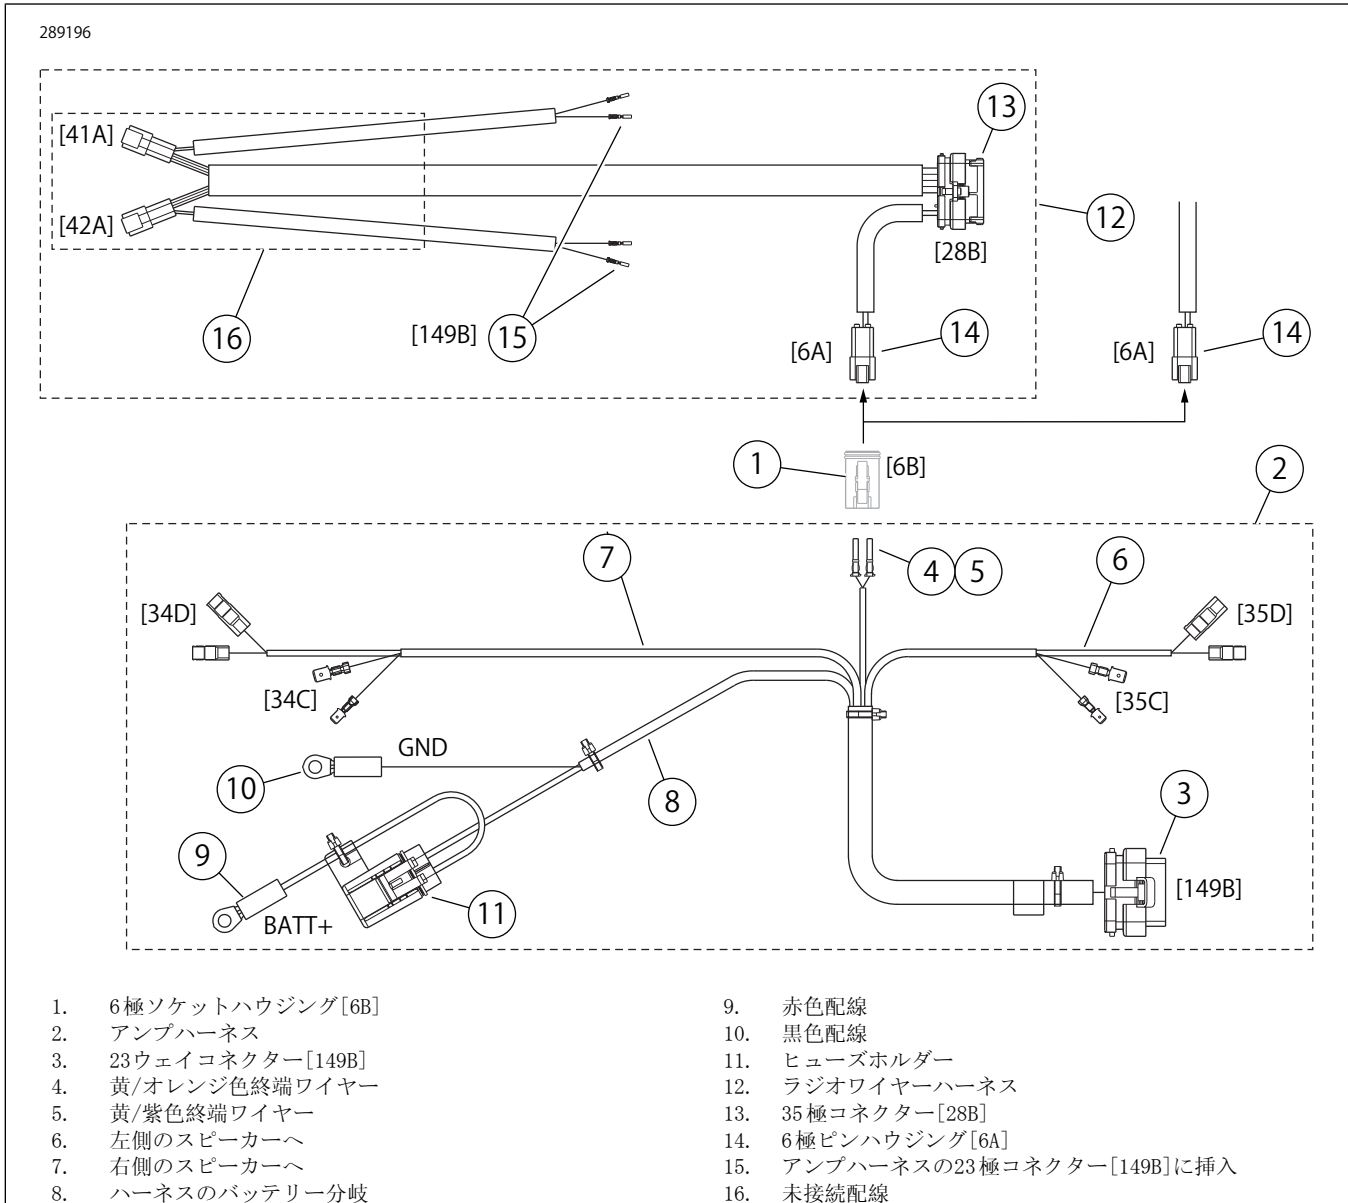

図6。ハーネス接続図、フェアリング装着アンプ
2. 図6を参照してください。サービスマニュアルの説明に従って、アンプハーネスの23 極コネクタ(3)のキャビティ8、15、22、および23からプラグを外します。ラジオワイヤーハーネスの残った6極コネクタ2本から出る終端ワイヤー(15)を次のように23 極コネクタに取り付けます:
2. 図6を参照してください。サービスマニュアルの説明に従って黄/オレンジ終端ワイヤー(4)をアンプハーネスからソケットハウジング[6B] (1)のキャビティ4に取り付け、黄/紫終端ワイヤー(5)をキャビティ5に取り付けます。
4. 6極ソケットハウジング[6B]を前のセクションで取り付けたラジオワイヤーハーネス(12)または車両オーディオハーネスのピンハウジング[6A] (14)に挿入します。
14. 図6を参照してください。キットからコイルヘーカブルストラップを使用しラジオワイヤーハーネスの未接続配線(16)を束ねます。オプションで、茶と白/茶の配線とそのコネクタ[42A]から左スピーカーに別の信号を送ることができます。緑と緑/茶の配線とそのコネクタ[41A]は、右スピーカーに別の信号を送ることができます。
16. 図6を参照してください。車両後部のアンプハーネスの残った分岐(8)をハーネストレーに通します。ハーネストレーのカバーを開けます。ケーブルストラップを使ってアンプハーネスをトレイ開口部に通し、メインハーネスに固定します。
- d. 図6を参照してください。ヒューズホルダー(11)とアンプの接続ワイヤをバッテリー前面にまとめます。